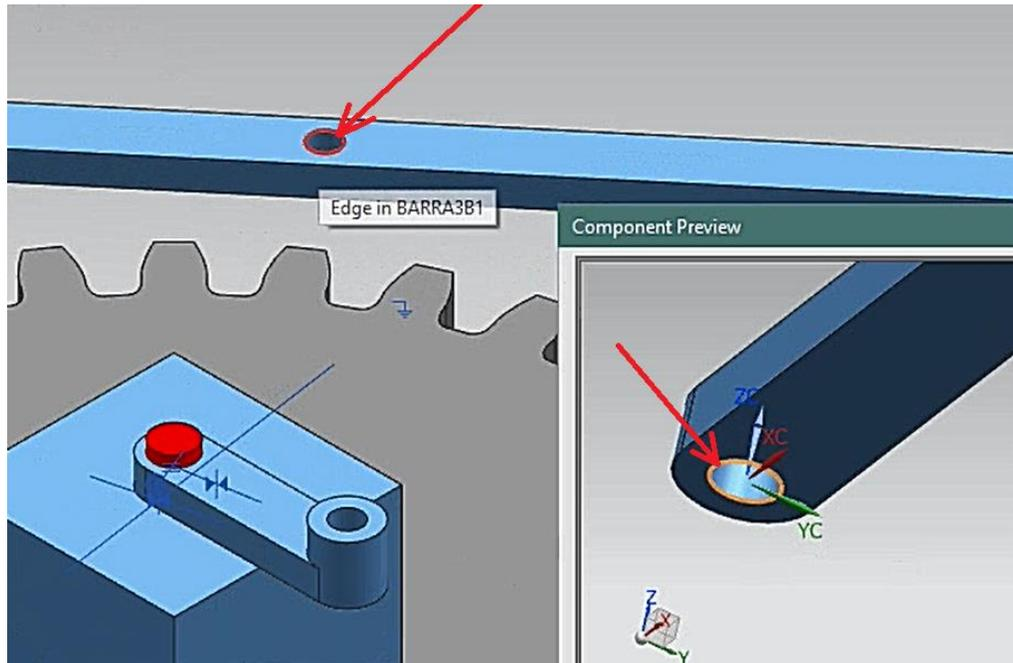

Figura 1.39 Circunferencia superior de **barra3b1.prt** y circunferencia inferior de **barra2b1.prt**.
- Elegir el tipo de restricción **Concentric**. Seleccionando la circunferencia inferior de **barra2b1.prt** y la circunferencia superior de la **barra3b1.prt** (Figura 1.39).